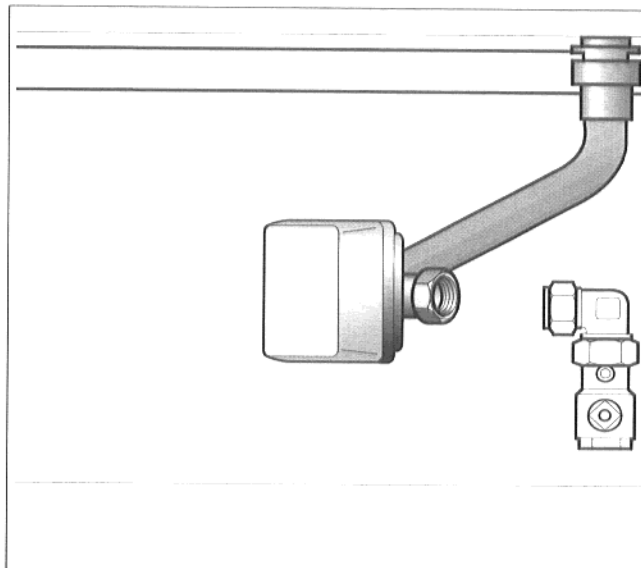

Fig. 5: valvola a tre vie tubo di mandata
- Montare il tubo di mandata valvola a tre vie con anello torico incorporato e morsetto di sicurezza tra la mandata caldaia ed il collegamento alla valvola a tre vie. Tenere presente l'anello di serraggio! (Fig. 5).